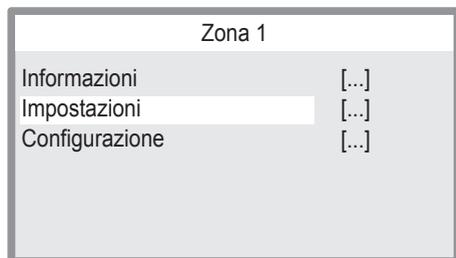

Figura 2.25
- Premere il tasto 15 (Figura 2.22) per accedere al menu selezionato (Figura 2.25).